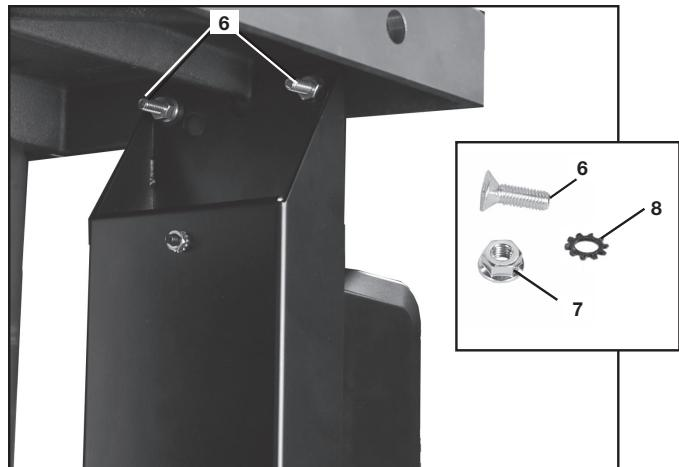

FIG. 8
1. Inserte dos tornillos de casquete con cabeza plana y hexagonal 5/16-18 x 1 pulg. (6), Fig. 8, en los orificios del frente de la base y los orificios de montaje de la base.
2. Ponga dos arandelas externas de dientes de 5/16 (8) Fig. 8 en los tornillos y asegure los tornillos por debajo de la base de extensión con dos tuercas de brida de 5/16-18 (7).